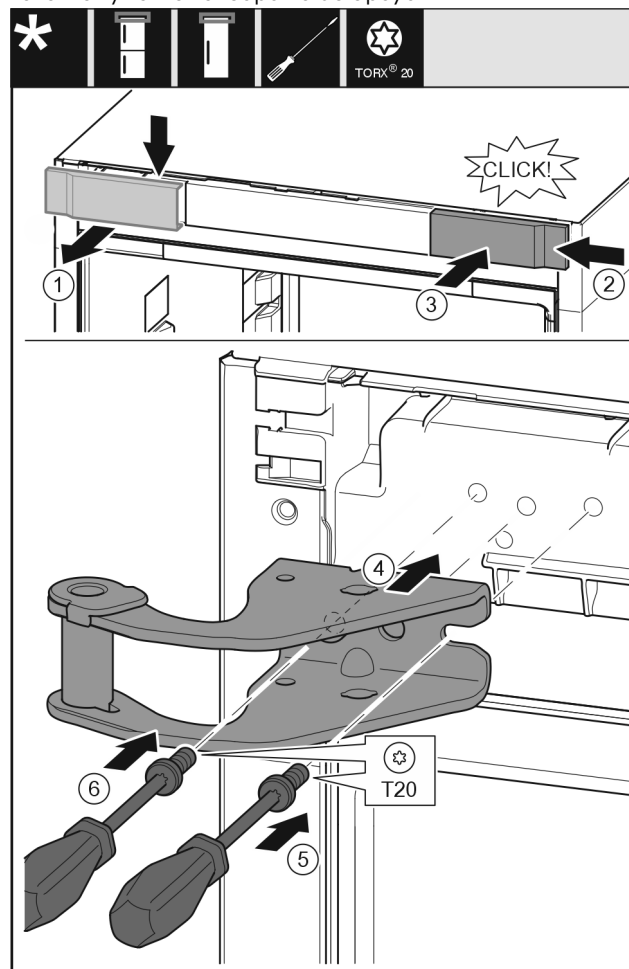

Fig. 11
- ▶ Retire la cubierta Fig. 11 (1) de arriba hacia delante.
- ▶ Gire la cubierta Fig. 11 (2) 180° y engánchela por el otro lado de la derecha.
- ▶ Encaje la cubierta Fig. 11 (3).
- ▶ Coloque el soporte del cojinete superior Fig. 11 (4).
- ▶ Coloque y apriete el tornillo Fig. 11 (5) con un destornillador.
- ▶ Coloque y apriete el tornillo Fig. 11 (6) con un destornillador.